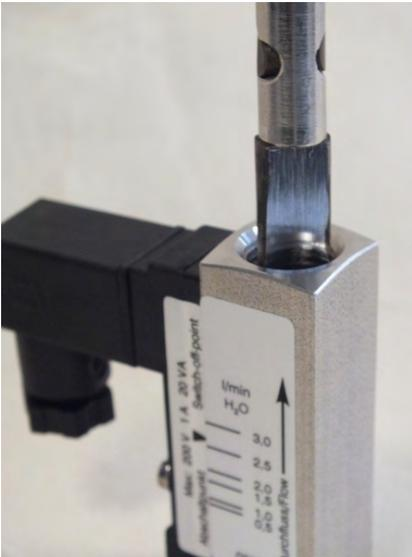

Abb. 36: Gewinding (Ausgang) lösen
2.  Den Gewinding lösen (Abb. 36). Den Gerätekörper hierbei mit passendem Maulschlüssel gegenhalten.